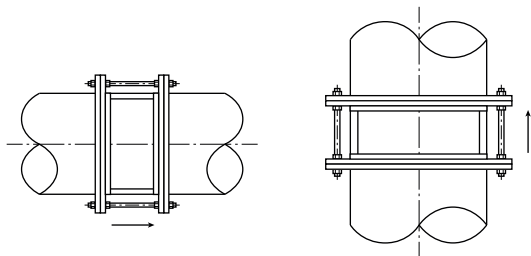

Рис. 1
2. Клапан необходимо устанавливать в таком положении, чтобы были задействованы обе створки, как на рис. 1. Недопустима установка клапана как на рис. 2 и рис. 3.